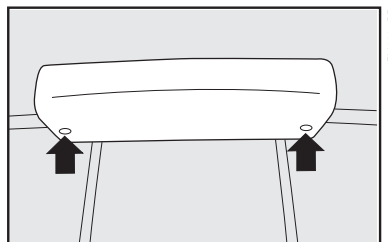

fig. 63
- 1) saque los tornillos que fijan el conjunto - **flechas** - **fig. 63** o **64** (parte externa);